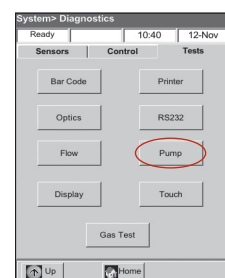

Abb. 4: System > Diagnose > Tests > Pumpe
2. Klicken Sie auf **Pumpe** (Abb. 4) um den Pumpenmotor zu überprüfen. Die Pumpe muss sanft und ohne übermäßige Geräuschentwicklung laufen. Dieser Diagnostest läuft automatisch durch alle im Normalbetrieb genutzten Geschwindigkeiten (50–800 U/min) und kehrt dann zum Diagnose > Tests Bildschirm zurück.